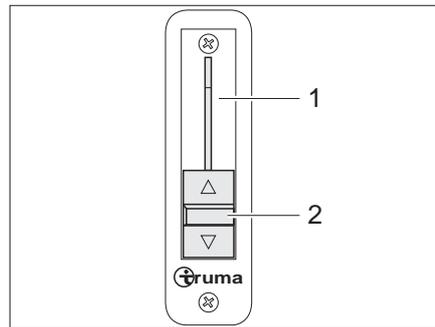

Fig. 22 Impostazione riscaldamento
Il regolatore a scorrimento (Fig. 22,2) per l'impostazione riscaldamento (Fig. 22,1) si trova esternamente al cruscotto.
- Spingere la leva (Fig. 22,2) completamente in basso. L'impostazione riscaldamento è chiusa.